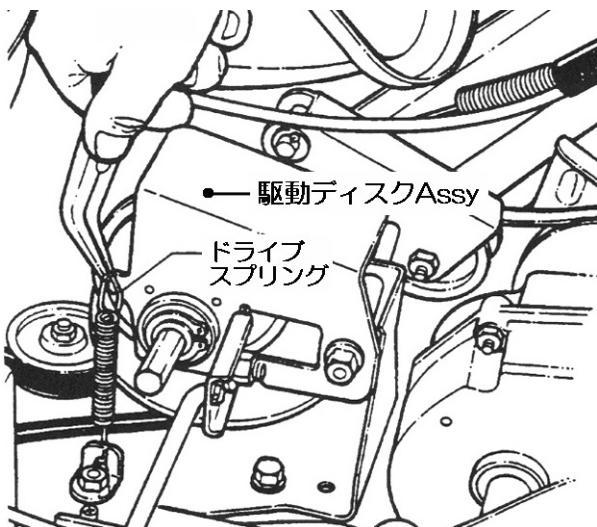

図 6-11
2. 先の細長いプライヤでドライブスプリングを取り外し、従動ディスクAssyを六角シャフトから引抜きます。（図6-11）